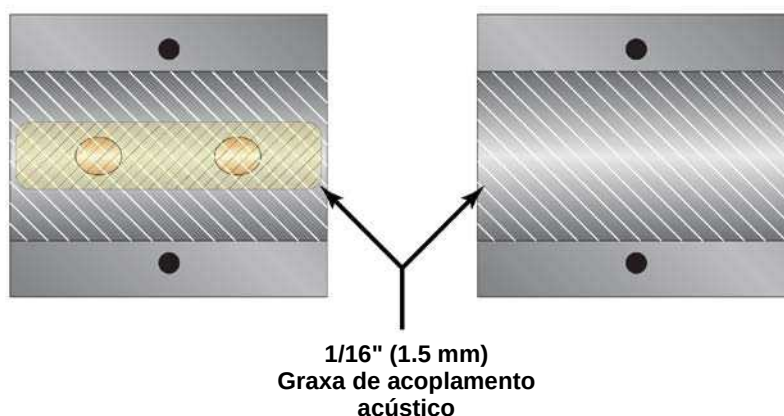

FIGURA 2.6 – APLICAÇÃO DO ACOPLAMENTO ACÚSTICO – TRANSDUTORES FTD-41 ATÉ FDT-46 E FDT-41-HT ATÉ FDT-46-HT
- 1) Aplique uma fina camada de graxa de acoplamento acústico em ambas as metades da carcaça do transdutor que vão contactar o tubo. Veja a **Figura 2.6**.